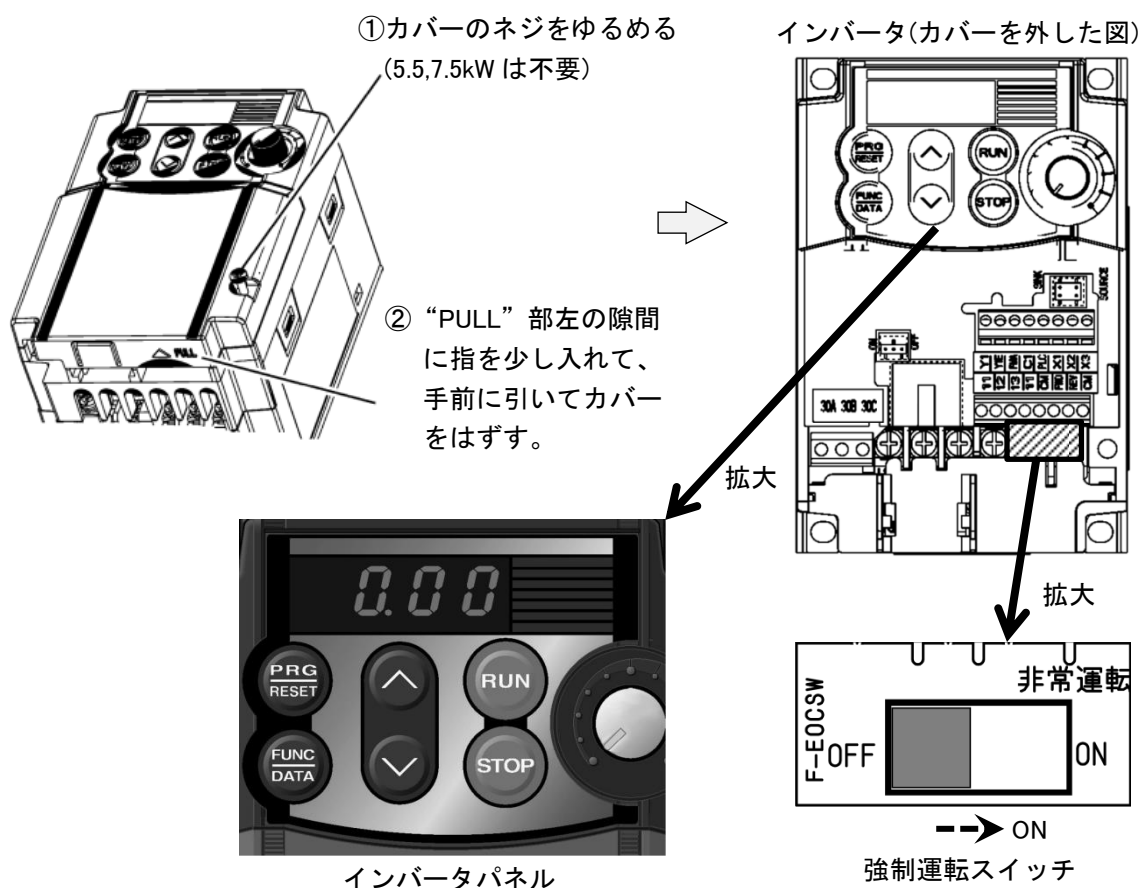

図 30 非常時手動バックアップ運転方法
- (1) メイン基板の故障などにより、表示操作部からの運転が、不能になった場合、強制運転スイッチを ON にすると、インバータ単独でポンプを手動で運転し、一時的に断水を回避することができます。
- (2) 本運転は非常用です。表示操作部からポンプの運転が可能な場合は、必ず強制運転スイッチを、OFF にしてください。自動運転ができずに、断水に繋がります。
- (3) 図 30 を参照して、下記手順で操作してください。
- ①インバータのカバーを外して、強制運転スイッチを ON にしてください。これにより、メイン基板とインバータ間の通信を遮断します。
- ②インバータパネルの RUN ボタンを押し、∧ボタンを押して、ポンプの運転周波数を上げます。ポンプが運転することを、確認してください。
- ③∧ボタン・∨ボタンを押して任意の吐出し圧力になるように、ポンプの運転周波数を調整してください。
- ④自動停止や、圧力制御は行いません。運転中はポンプが締切運転にならないように、吐出し圧力を監視し、ユニットから離れないでください。
- ⑤ポンプを停止する場合は、STOP ボタンを押してください。
- (4) 強制運転スイッチは、ユニット型式 BKAME の場合は、1号インバータに、ユニット型式 BKBME の場合は、1号と2号インバータについています。BKBME 型は、2台同時運転が可能です。
- (5) 強制運転スイッチを ON にした場合、表示操作部から様々な警報が発報しますが、手動バックアップ運転には関係ありません。